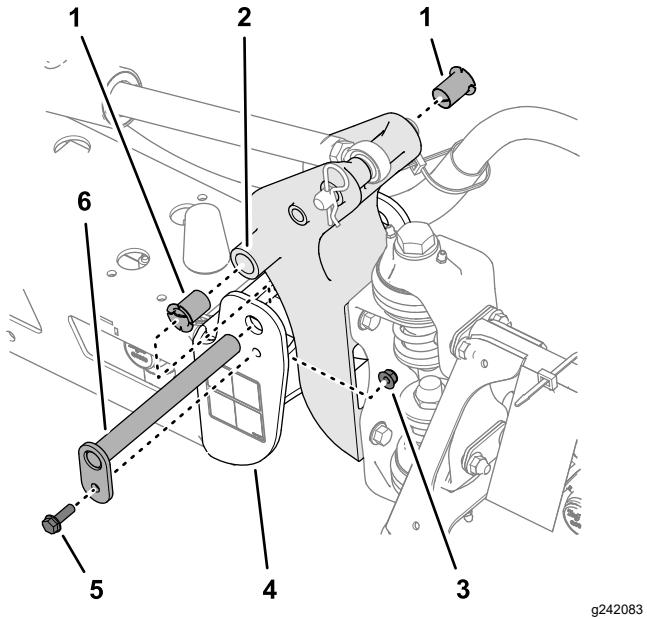

Figure 110
3. Retirez le boulon et l'écrou qui fixent l'axe de pivot puis déposez l'axe (Figure 110).
5. Déposez et examinez les bagues en nylon à l'avant et à l'arrière du support de pivot (Figure 110).
6. Lubrifiez les bagues en nylon avec un peu d'huile et posez-les dans le support de pivot (Figure 110).
7. Alignez les trous du support de pivot et les trous du profilé d'extrémité (Figure 110).